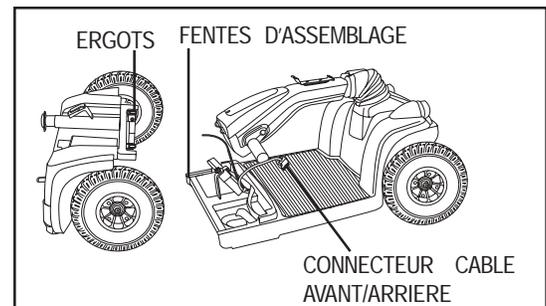

Figure 22. Sections du cadre
1. Positionnez les sections avant et arrière tel que montré dans la figure 22.
MISE EN GARDE! Placez le câble avant/arrière de façon à ce qu'il ne soit pas coincé entre les sections lorsque vous basculerez la section arrière vers l'avant. Voir la figure 22.